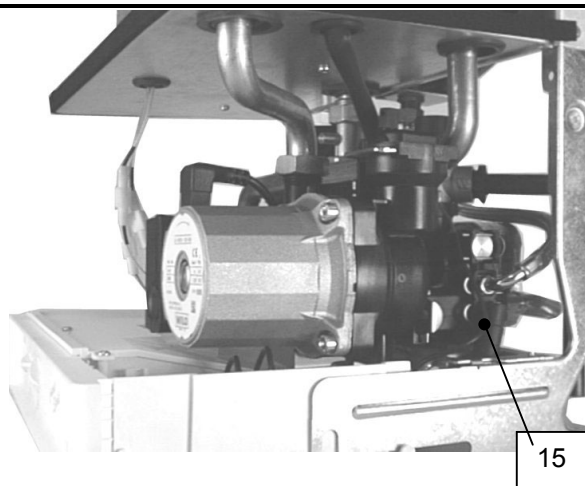

Fig. 8.4
- Open the central heating drain cock (15 in Fig. 8.4).
- Откройте сливной кран системы отопления (15 на рис. 8.4)